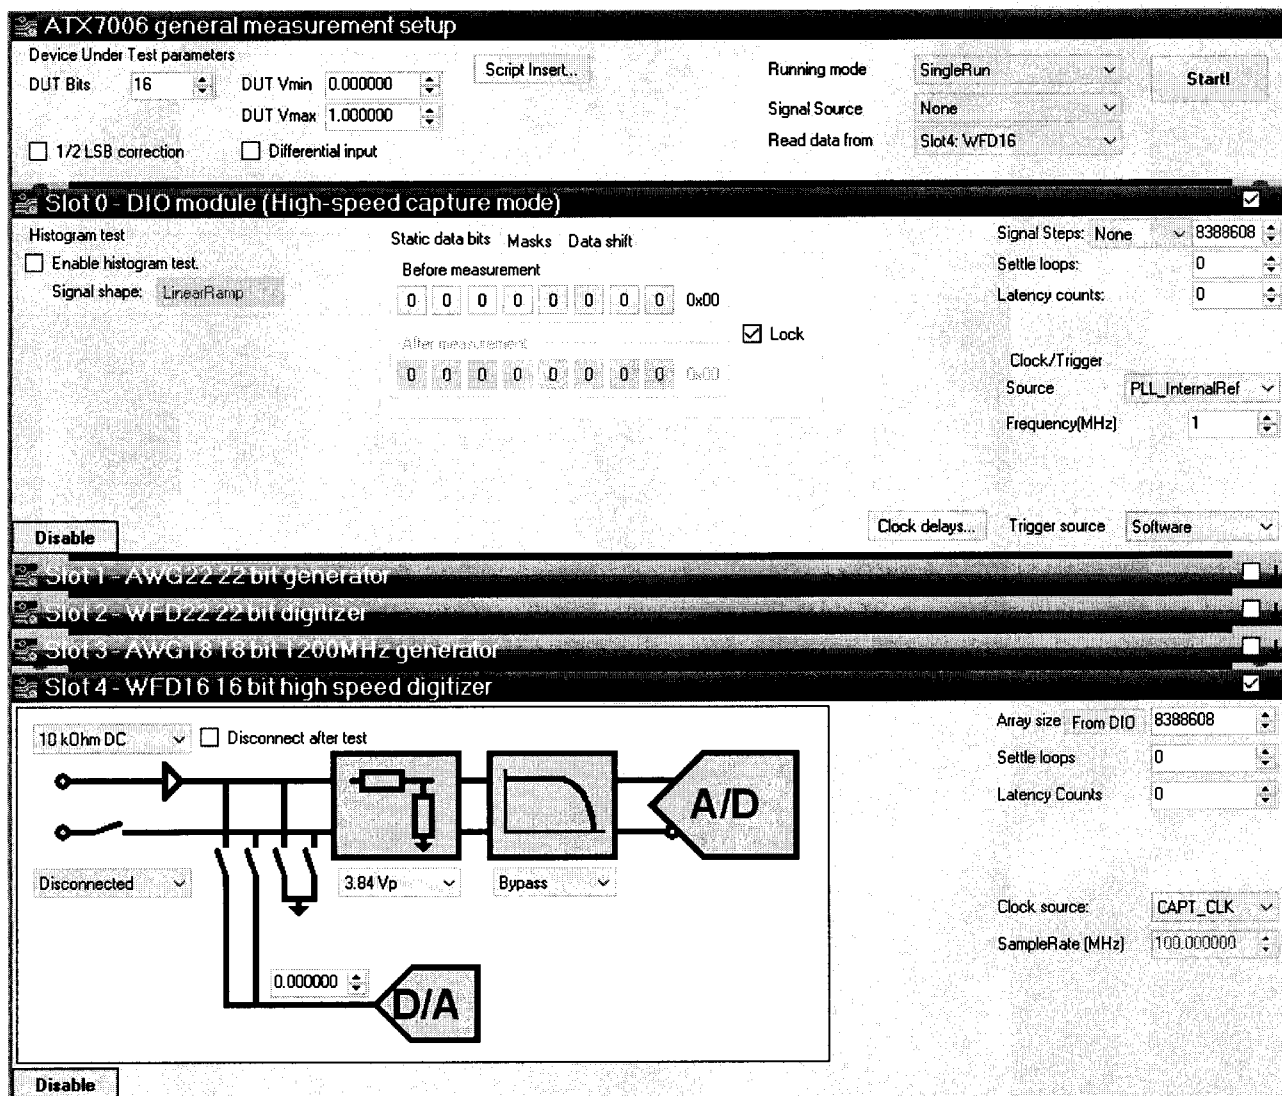

Рисунок 5
7.4.6.2.2 Запустить программу управления дигитайзером WFD 16, для этого запустить программу ATView7006, в открывшемся окне активировать «Slot 0 – DIO module» и «Slot 4 – WFD16 16 bit high speed digitizer» (рисунок 5).
7.4.6.3.2 Запустить программу управления высокоскоростным дигитайзером WFD 16, для этого запустить программу ATView7006, в открывшемся окне активировать «Slot 0 – DIO module» и «Slot 4 – WFD16 16 bit high speed digitizer» (рисунок 5).